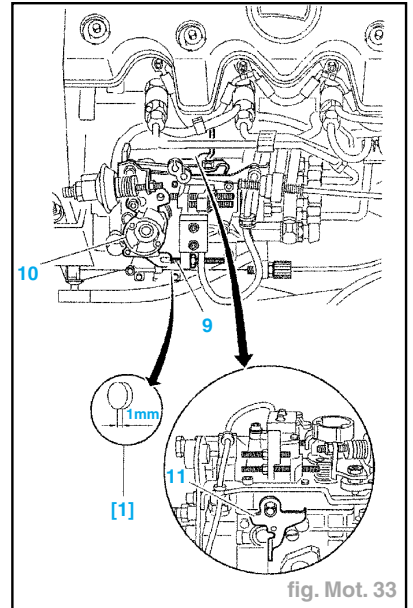

fig. Mot. 33
- Placer une cale de **1 mm** [1] entre le levier de charge (10) et la vis (9) de réglage du débit résiduel (fig. Mot. 33).
- Agir sur la vis (9) de réglage du débit résiduel pour obtenir un régime moteur de **835 ± 40 tr/min**.